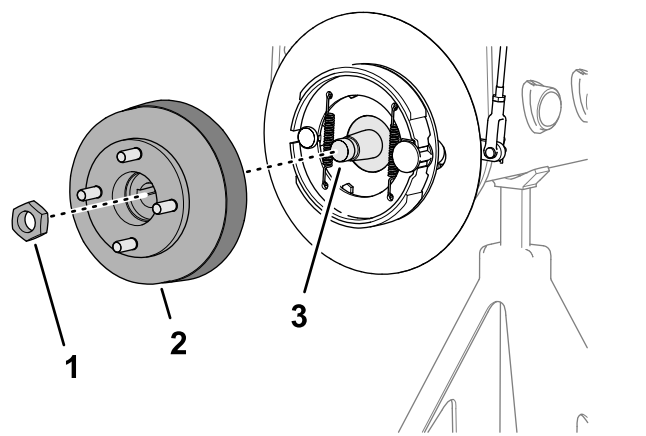
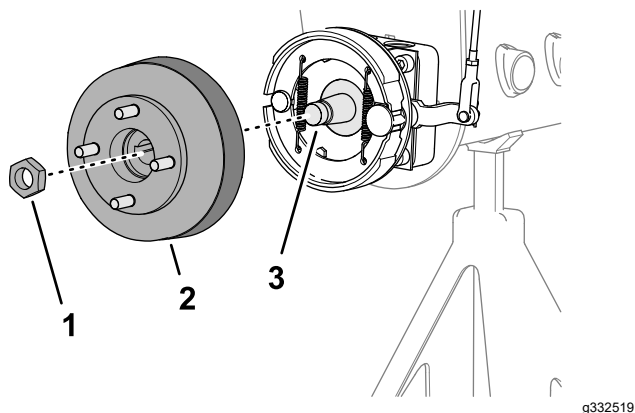

図 65
図 64
4. 所定のホイールハブ プラーを使用してホイールハブとブレーキドラムをホイールモータのシャフトから抜き取る 図 64 または 図 65。
1. ハブをホイールモータのシャフトに固定しているロックナットを外す 図 64 または 図 65。